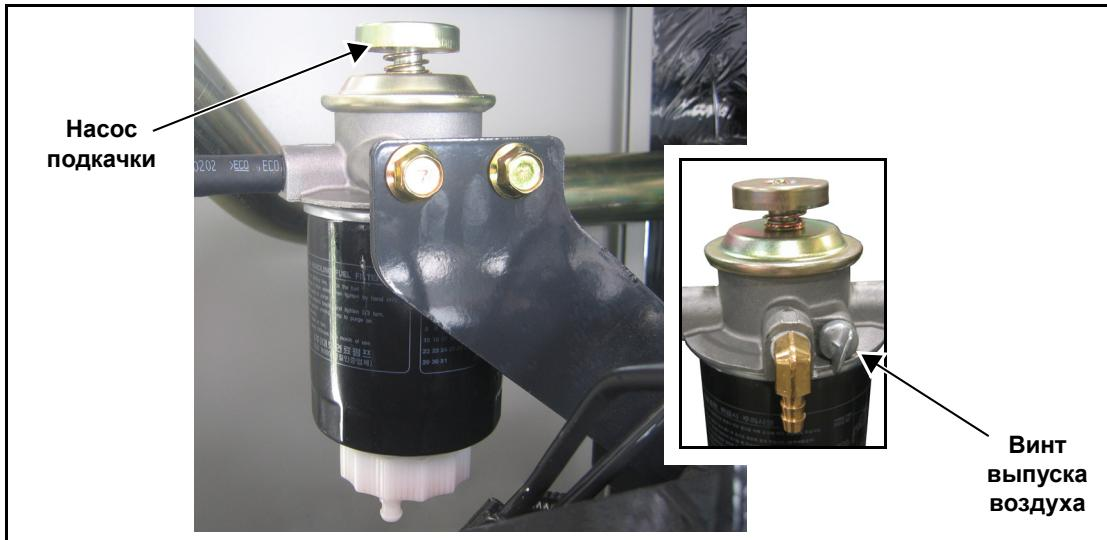

Рисунок 3-3. Заправка топливной системы
- См. Рисунок 3-3. Ослабьте винт выпуска воздуха, запустите насос подкачки и дайте ему поработать, пока не появятся пузырьки воздуха. Поместите техническую ветошь вокруг винта выпуска воздуха, чтобы собрать вытекающее топливо.